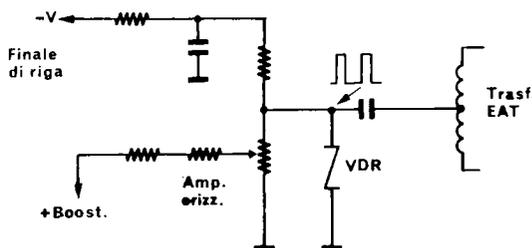

Fig. 7.14.3 - Circuito di regolazione automatica dell'ampiezza orizzontale nei TV a valvola con impiego di VDR.
V.D.R. (voltage dependent resistor), o varistore - Si tratta di un elemento resistivo il cui valore dipende dalla tensione ai suoi capi. In particolare, il valore della VDR diminuisce all'aumentare della tensione ai suoi capi e, viceversa, aumenta quando la stessa tensione diminuisce. Una tipica applicazione è quella che fa la funzione di un diodo nel controllo automatico di ampiezza nei televisori a valvole. In questo caso, la VDR è alimentata con una tensione pulsante fortemente asimmetrica (vedi fig. 7.14.3).